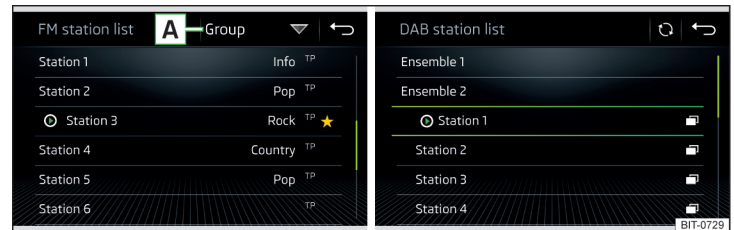

Abb. 193 Beispiel der Liste verfügbarer FM/DAB-Sender
▶ Zur **Sortierung** (FM) der Sender in alphabetischer Reihenfolge, laut Gruppe oder Genre, die Funktionsfläche  » Abb. 193 antippen » .
▶ Zur **Filterung** der Sender nach dem Programmtyp (bspw. Kultur, Musik, Sport u. Ä.) in der FM-Senderliste (bei eingeschalteter RDS-Funktion) und der DAB-Senderliste (bei gewählter alphabetischer Sortierung der Senderliste) die Funktionsfläche  » Abb. 193 antippen. ▶
► Zur **manuellen** Aktualisierung die Funktionsfläche  » **Abb. 193** antippen.